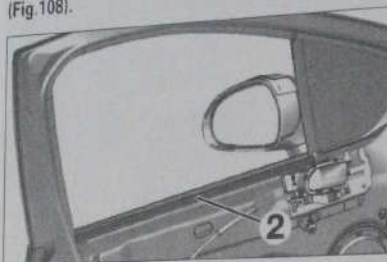

Fig. 108
- Extraire le joint lève-vitre intérieur de porte avant (2) (Fig. 108).